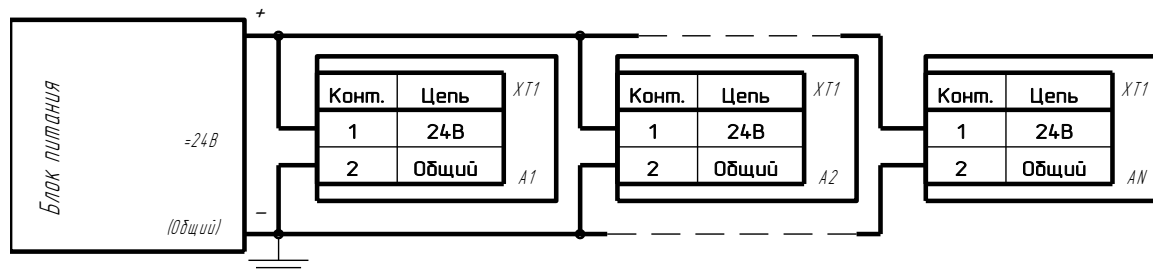

Рис.5. Схема подключения ДРДЭ к источнику тока.
7.4. Кабели подключения реле к внешним цепям должны быть выполнены из многожильных медных проводов с сечением 0,35 – 0,75 мм2. Вариант подключения питания показан на рис.5. При питании реле от источника постоянного тока 24В к контакту 1 колодки ХТ 1 необходимо подвести плюс 24В, а к контакту 2 колодки ХТ 1 – минус 24В (общий провод).